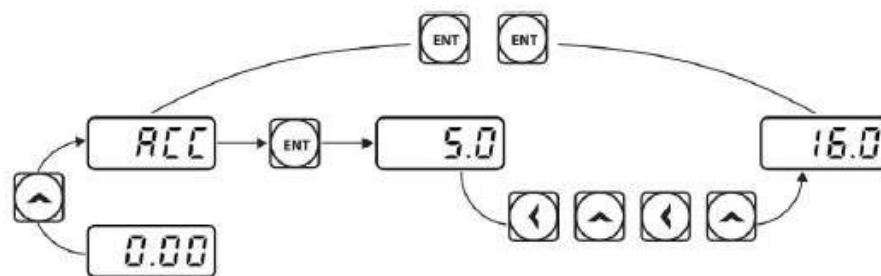

Figura 8.7: Tiempo de aceleración a 16 segundos.
- Los valores de aceleración (ACC) y desaceleración (dEC) vienen de fábrica con un valor de 5 segundos, se van a modificar para un valor de aceleración de 10 segundos y de desaceleración de 8 segundos. Un ejemplo de cómo cambiarlo se muestra en la figura 8.7.